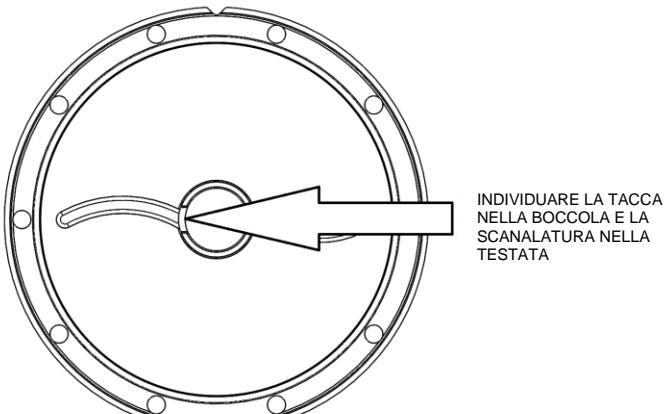

Figura 9 – Installazione della boccola
1. Iniziare l'assemblaggio sul lato esterno della pompa appoggiando il cilindro della pompa (12) su una superficie piana con il lato esterno desiderato orientato verso l'alto.
2. Ispezionare il manicotto dei cuscinetti (24) per danni o usura. In caso di danni evidenti, i cuscinetti DEVONO essere sostituiti. Per sostituire i cuscinetti:
- c. Lubrificare i nuovi cuscinetti con grasso di qualità, e posizionarli sulla faccia interna della testata con la tacca rivolta verso l'ALTO. **Allineare la tacca del cuscinetto con la scanalatura della testata.** Vedere Figura 9.